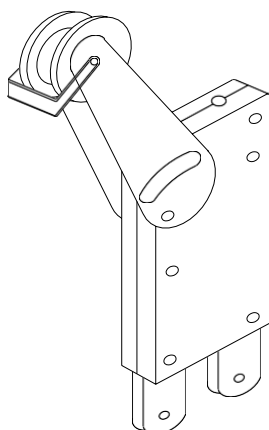

Figura 5
3.4.1. Sistemul de siguranță cu protecție la înclinare (vezi figura 5) consta din piese precum clemă de cablu, placă de mufare, arc de torsiune, colier, braț oscilant și rola. Este dispus astfel încât cablul de lucru să fie contra rolei pe brațul oscilant pentru a deschide clema de cablu și a permite trecerea fină a cablului de siguranță. Dacă platforma suspendată se înclină peste limitele sale sau cablul de lucru se rupe, presiunea de pe brațul oscilant al sistemului de siguranță se va reduce sau înceta. Clema cablului de siguranță se închide și blochează cablul de siguranță pentru a împiedica răsturnarea platformei sau înclinarea prin frecarea dintre arcul de torsiune, clema cablului și cablul de oțel.